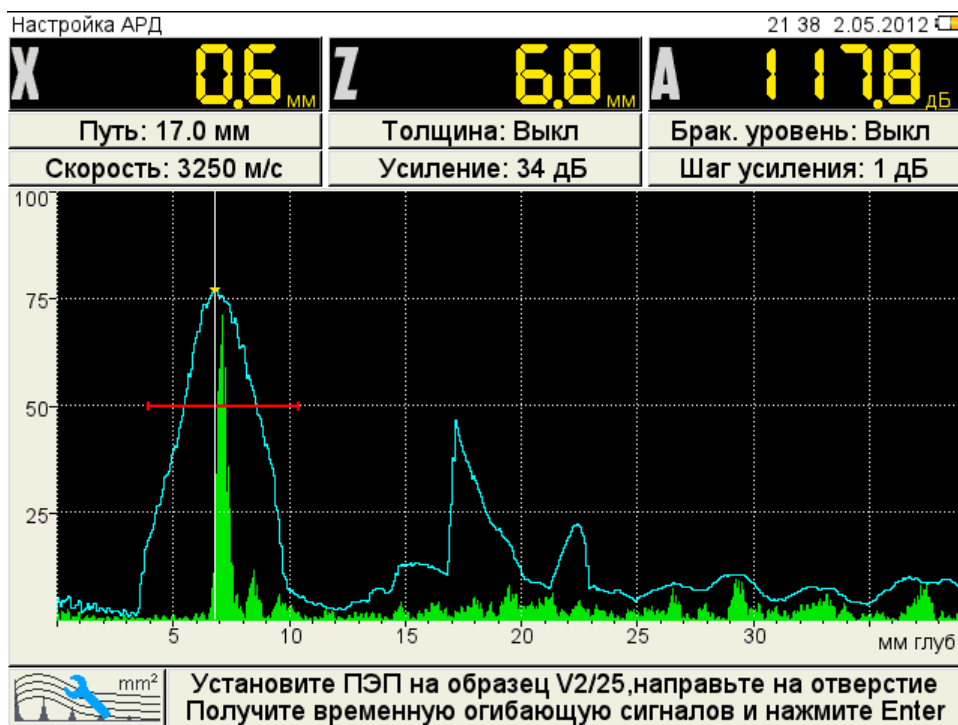

Рисунок 22
- перейти на строку с выбранным типом амплитудной коррекции АРД и нажать . Откроется окно настройки АРД (рисунок 22).